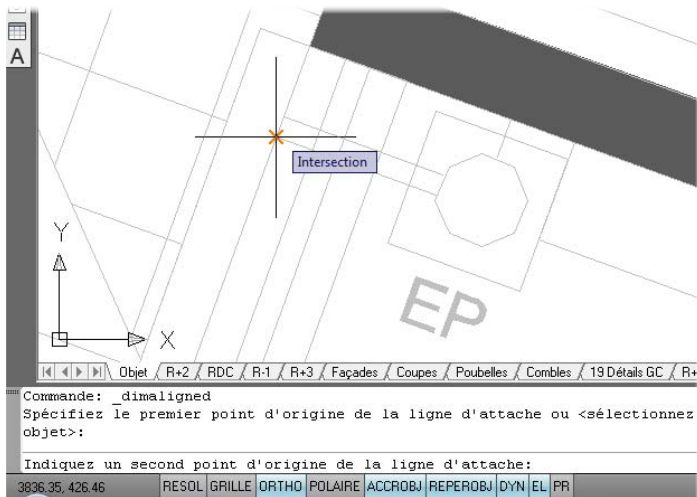

Figure 5.62
- Spécifiez ensuite le deuxième point, en vous servant des modes d'accrochage aux objets (voir Figure 5.62).